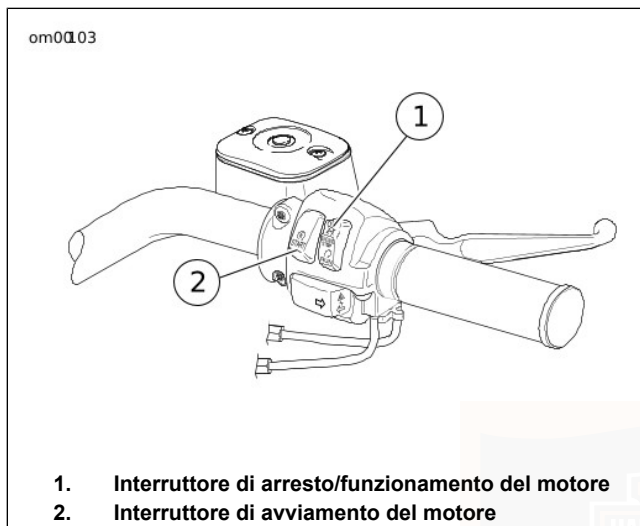

Figura 22. Comandi del semimanubrio destro
2. Vedere Figura 22 . Spostare l'interruttore ARRESTO/FUNZIONAMENTO in posizione FUNZIONAMENTO.